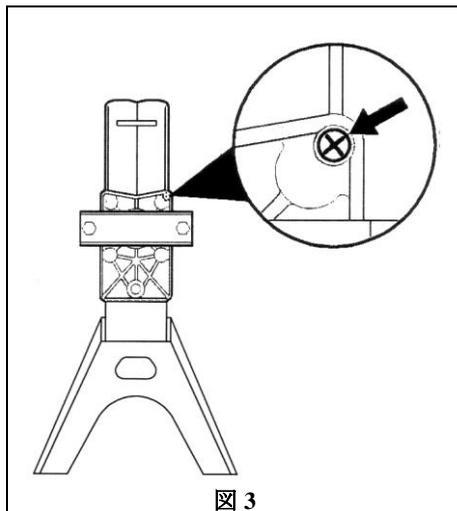

図 3
『ウッドファザーWF-07』には、オイルタンク内の気圧を一定に（大気圧と等しく）するために、図3に示す位置にエアーベント（空気穴）があります。
- 薪割り作業をするときはフレームのエッジ側端面にあるエアーベントスクリュー（図3参照）を3～4回転弛めます。
- 運搬するときは油漏れ防止のためエアーベントスクリュー（図3参照）を軽く締め付けておきます。